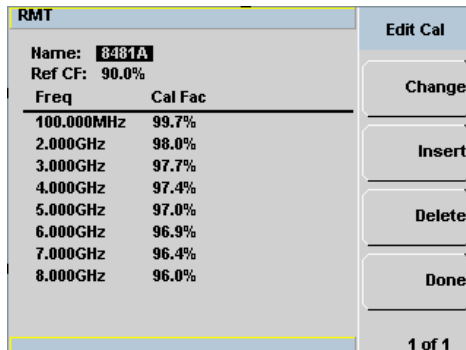

Abbildung 6-12 Anzeige „Edit Cal“ (Kalibrierung bearbeiten)
- 2 Wählen Sie mithilfe der Tasten  und  die Tabelle aus, die Sie bearbeiten möchten. Drücken Sie **Edit Table** (Tabelle bearbeiten), um den Bildschirm **Edit Cal** (Kalibrierung bearbeiten) wie in Abbildung 6-12 dargestellt anzuzeigen.